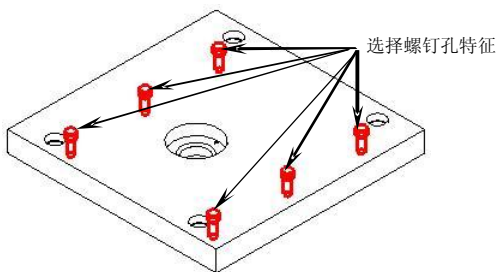
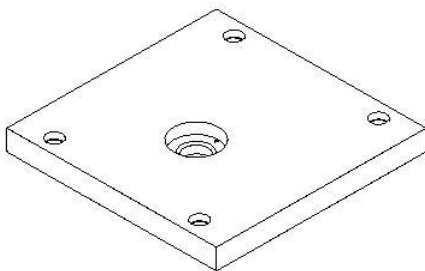

图7-122
图7-123
4. 选择图 7-122 所示的螺钉孔特征，单击 **MB3** 在弹出的快捷菜单中选择【删除】选项，弹出【提示】对话框，然后单击 **确定** 按钮删除螺钉孔，如图 7-123 所示。